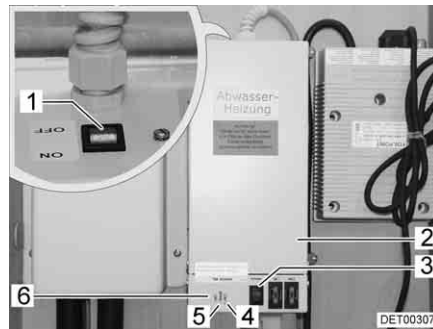

Fig. 131 Transformateur avec régulateur
Le transformateur 230 V AC/12 V DC (Fig. 131,2) est, suivant le modèle, monté dans la penderie ou dans la banquette de la dînette.
- Le voyant de contrôle (Fig. 131,5) s'allume en vert : Régulateur en marche
- Les voyants de contrôle (Fig. 131, 4 et 6) s'allument en rouge : Les conduites des eaux usées sont chauffées
Un bouton-poussoir de contrôle (Fig. 131,3) est intégré dans le boîtier, ce bouton permet d'enclencher brièvement le régulateur. En appuyant sur le bouton-poussoir de contrôle, vous pouvez tester le fonctionnement du chauffage, même si la température ambiante est supérieure à 5 °C.
- Placer l'interrupteur (Fig. 131,1) du transformateur (Fig. 131,2) sur "ON".
- Placer l'interrupteur (Fig. 131,1) du transformateur (Fig. 131,2) sur "OFF".